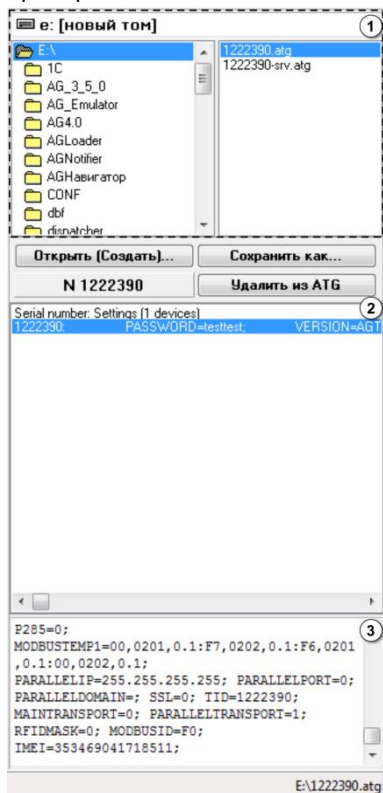

Рис.5 – ATG браузер.
- В верхней части браузера (рис.5, поле 1) выберите нужный файл с настройками. Дважды нажмите на файл левой кнопкой мыши, файл откроется. Вы также можете открыть ATG файл, нажав кнопку **«Открыть (создать)»** и выбрав в появившемся окне нужный файл.